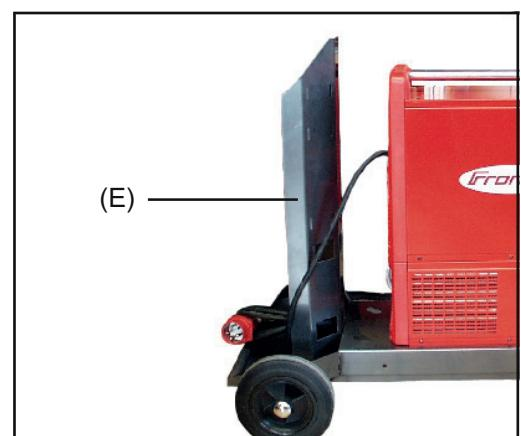

Fig. 3 Support de bouteille de gaz
Pour que le transformateur automatique puisse être monté sur le chariot „PickUp“ en même temps que le refroidisseur FK 4000 / FK 4000 R et la source de courant, la livraison du transformateur automatique comporte une rallonge (2) pour le support de bouteille de gaz (E) (Fig. 3).